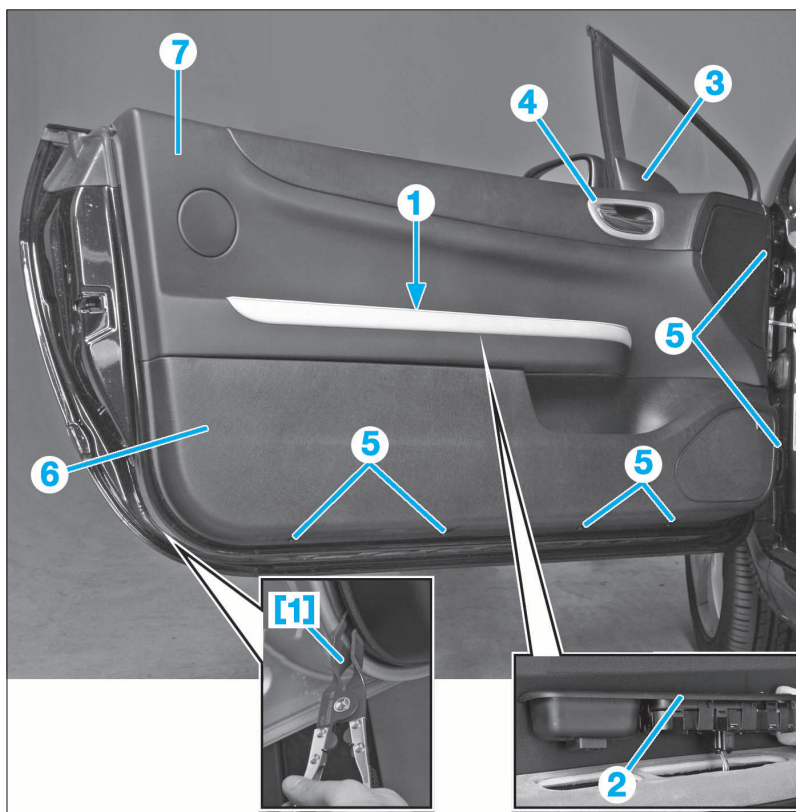

FIG. 38
- Déposer (Fig.38) :
- la vis (1) du bloc d'interrupteurs
- le bloc d'interrupteurs (2) après avoir débranché son connecteur
- le cache intérieur (3) des fixations du rétroviseur
- l'enjoliveur (4) de commande d'ouverture intérieure (ouvrir la poignée de commande et, à l'aide d'une spatule engagée au point (A), déclipper l'enjoliveur (4))
- les vis (5).
- Dégrafer le panneau inférieur (6) et supérieur (7) de garniture de porte, sans trop forcer afin de ne pas casser les agrafes, à l'aide de la pince [1].
- Déposer les garnitures (6) et (7).